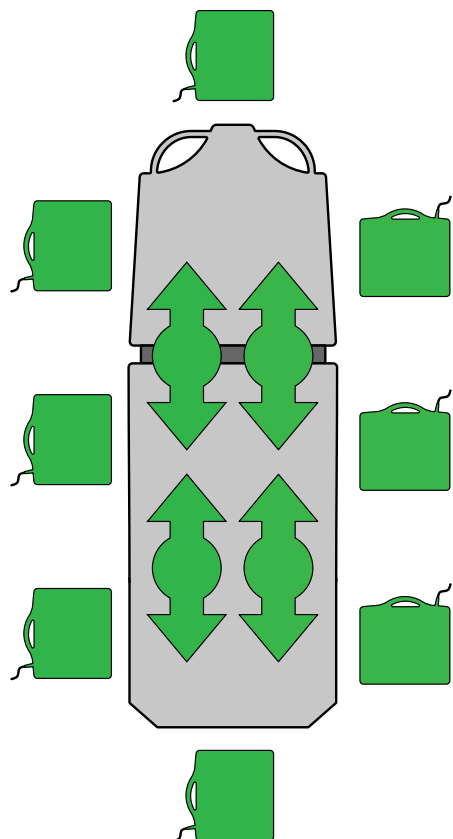

Figura 17 – Introducerea sau scoaterea casetelor pentru radiografii
1. Așezați pacientul pe centrul produsului cu etichetele de indicare a pozițiilor atașate pe toate părțile produsului (Figura 17).